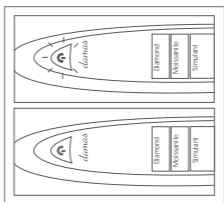

Abb. 3
3. Drücken Sie auf den Ein-/Ausschalter, um das Prüfgerät einzuschalten. Sobald die Bereitschaftsanzeige nicht mehr blinkt, kann das Gerät in den Kalibriermodus versetzt werden, wie in Abb. 3 gezeigt. Dieser Vorgang kann bis zu 15 Sekunden dauern. Sollte die Bereitschaftsanzeige nach 15 Sekunden noch immer blinken, ist die Prüfspitze möglicher Weise nicht richtig positioniert. Wiederholen Sie in diesem Fall die Schritte 1 und 2